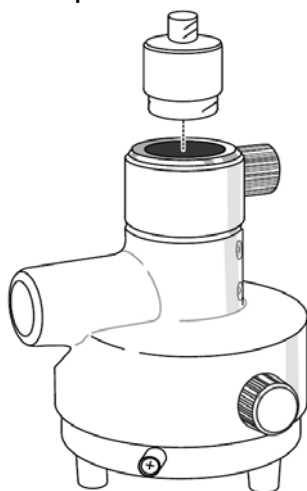

Рисунок 1-14. Адаптер точной установки трегера и втулка
**Адаптер точной установки трегера** (см. рис. 1-14) предназначен для точного центрирования, нивелирования и установки штатива над точкой. Втулка (р/п 60419) вставляется в адаптер точной установки трегера и позволяет надежно закрепить приемник.